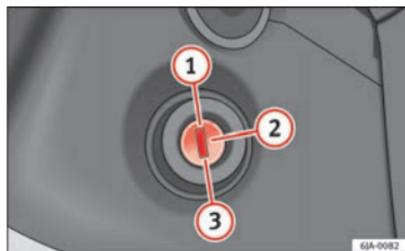

Fig. 101 Posições da chave da ignição
- Durante o andamento com o motor parado, a chave da ignição tem de estar sempre na posição ^② ⇒ Fig. 101 ⇒ Página 145 (ignição ligada). Esta posição é assinalada através das luzes de aviso. Não respeitar esta regra poderá causar um bloqueio inesperado da direcção – Risco de acidente!
- O motor de arranque só pode ser accionado (posição da chave na ignição ^③ ⇒ Fig. 101 ⇒ Página 145) se o motor estiver parado. Ao accionar o motor de arranque com o motor em movimento, ambos podem sofrer danos.
- Pise o pedal da embraiagem a fundo ② ⇒ Fig. 101 ⇒ Página 145 e ligue o motor ③ – sem pisar o pedal do acelerador. Mantenha pressionado o pedal da embraiagem até o motor arrancar.
- Solte a chave da ignição quando o motor arrancar. A chave volta à posição ②.
- Se ao fim de 10 segundos o motor não ligar, coloque novamente a chave na posição ①. Repita a operação após 30 segundos.
Desligue o motor rodando a chave da ignição até à posição ① ⇒ Fig. 101